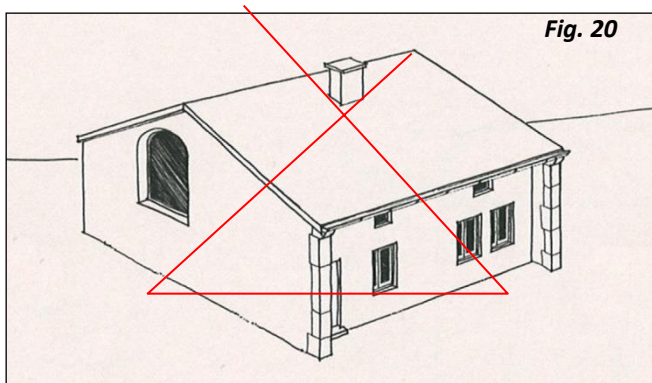
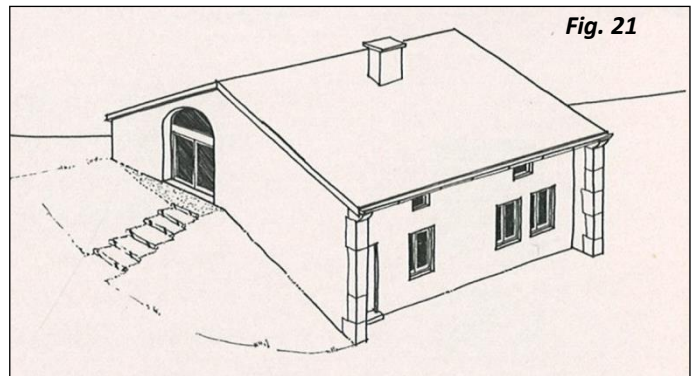

Fig. 20
Fig. 21
- Lorsque la rampe d'accès est supprimée, l'ouverture semble flotter dans le pignon (fig. 20), alors que si la grange haute devient habitable, la rampe d'accès peut être retravaillée (fig. 21).